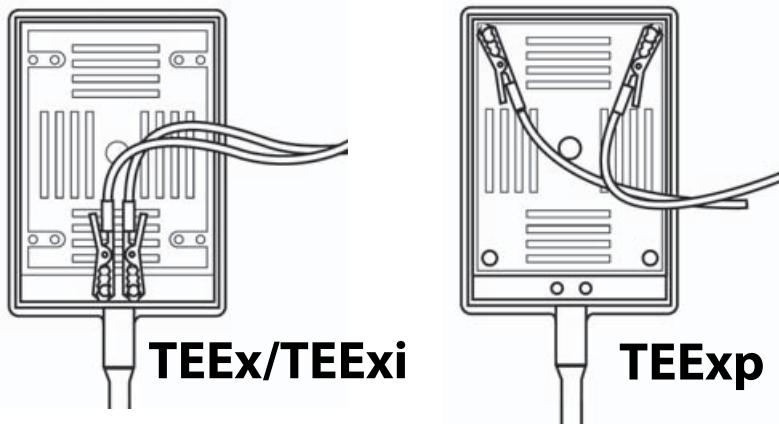

Figura 3 Conexión al conector del transductor
- c** Conecte los electrodos rojos a los tornillos cilíndricos del conector del transductor tal y como se muestra en **Figura 3**. La configuración de los electrodos depende del modelo del transductor que tenga. Consulte el paso 2b para determinar su modelo de transductor.